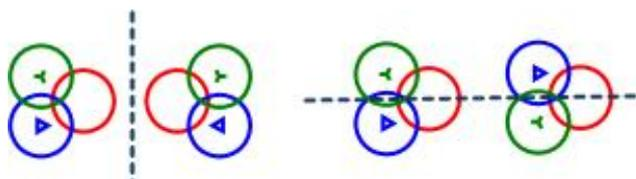

Рисунок 282 – Команды «Вертикальный поворот» и «Горизонтальный поворот»
**Команда «Горизонтальное отражение»** – отражает элемент или несколько сгруппированных элементов зеркально относительно горизонтальной оси (рисунок 282).